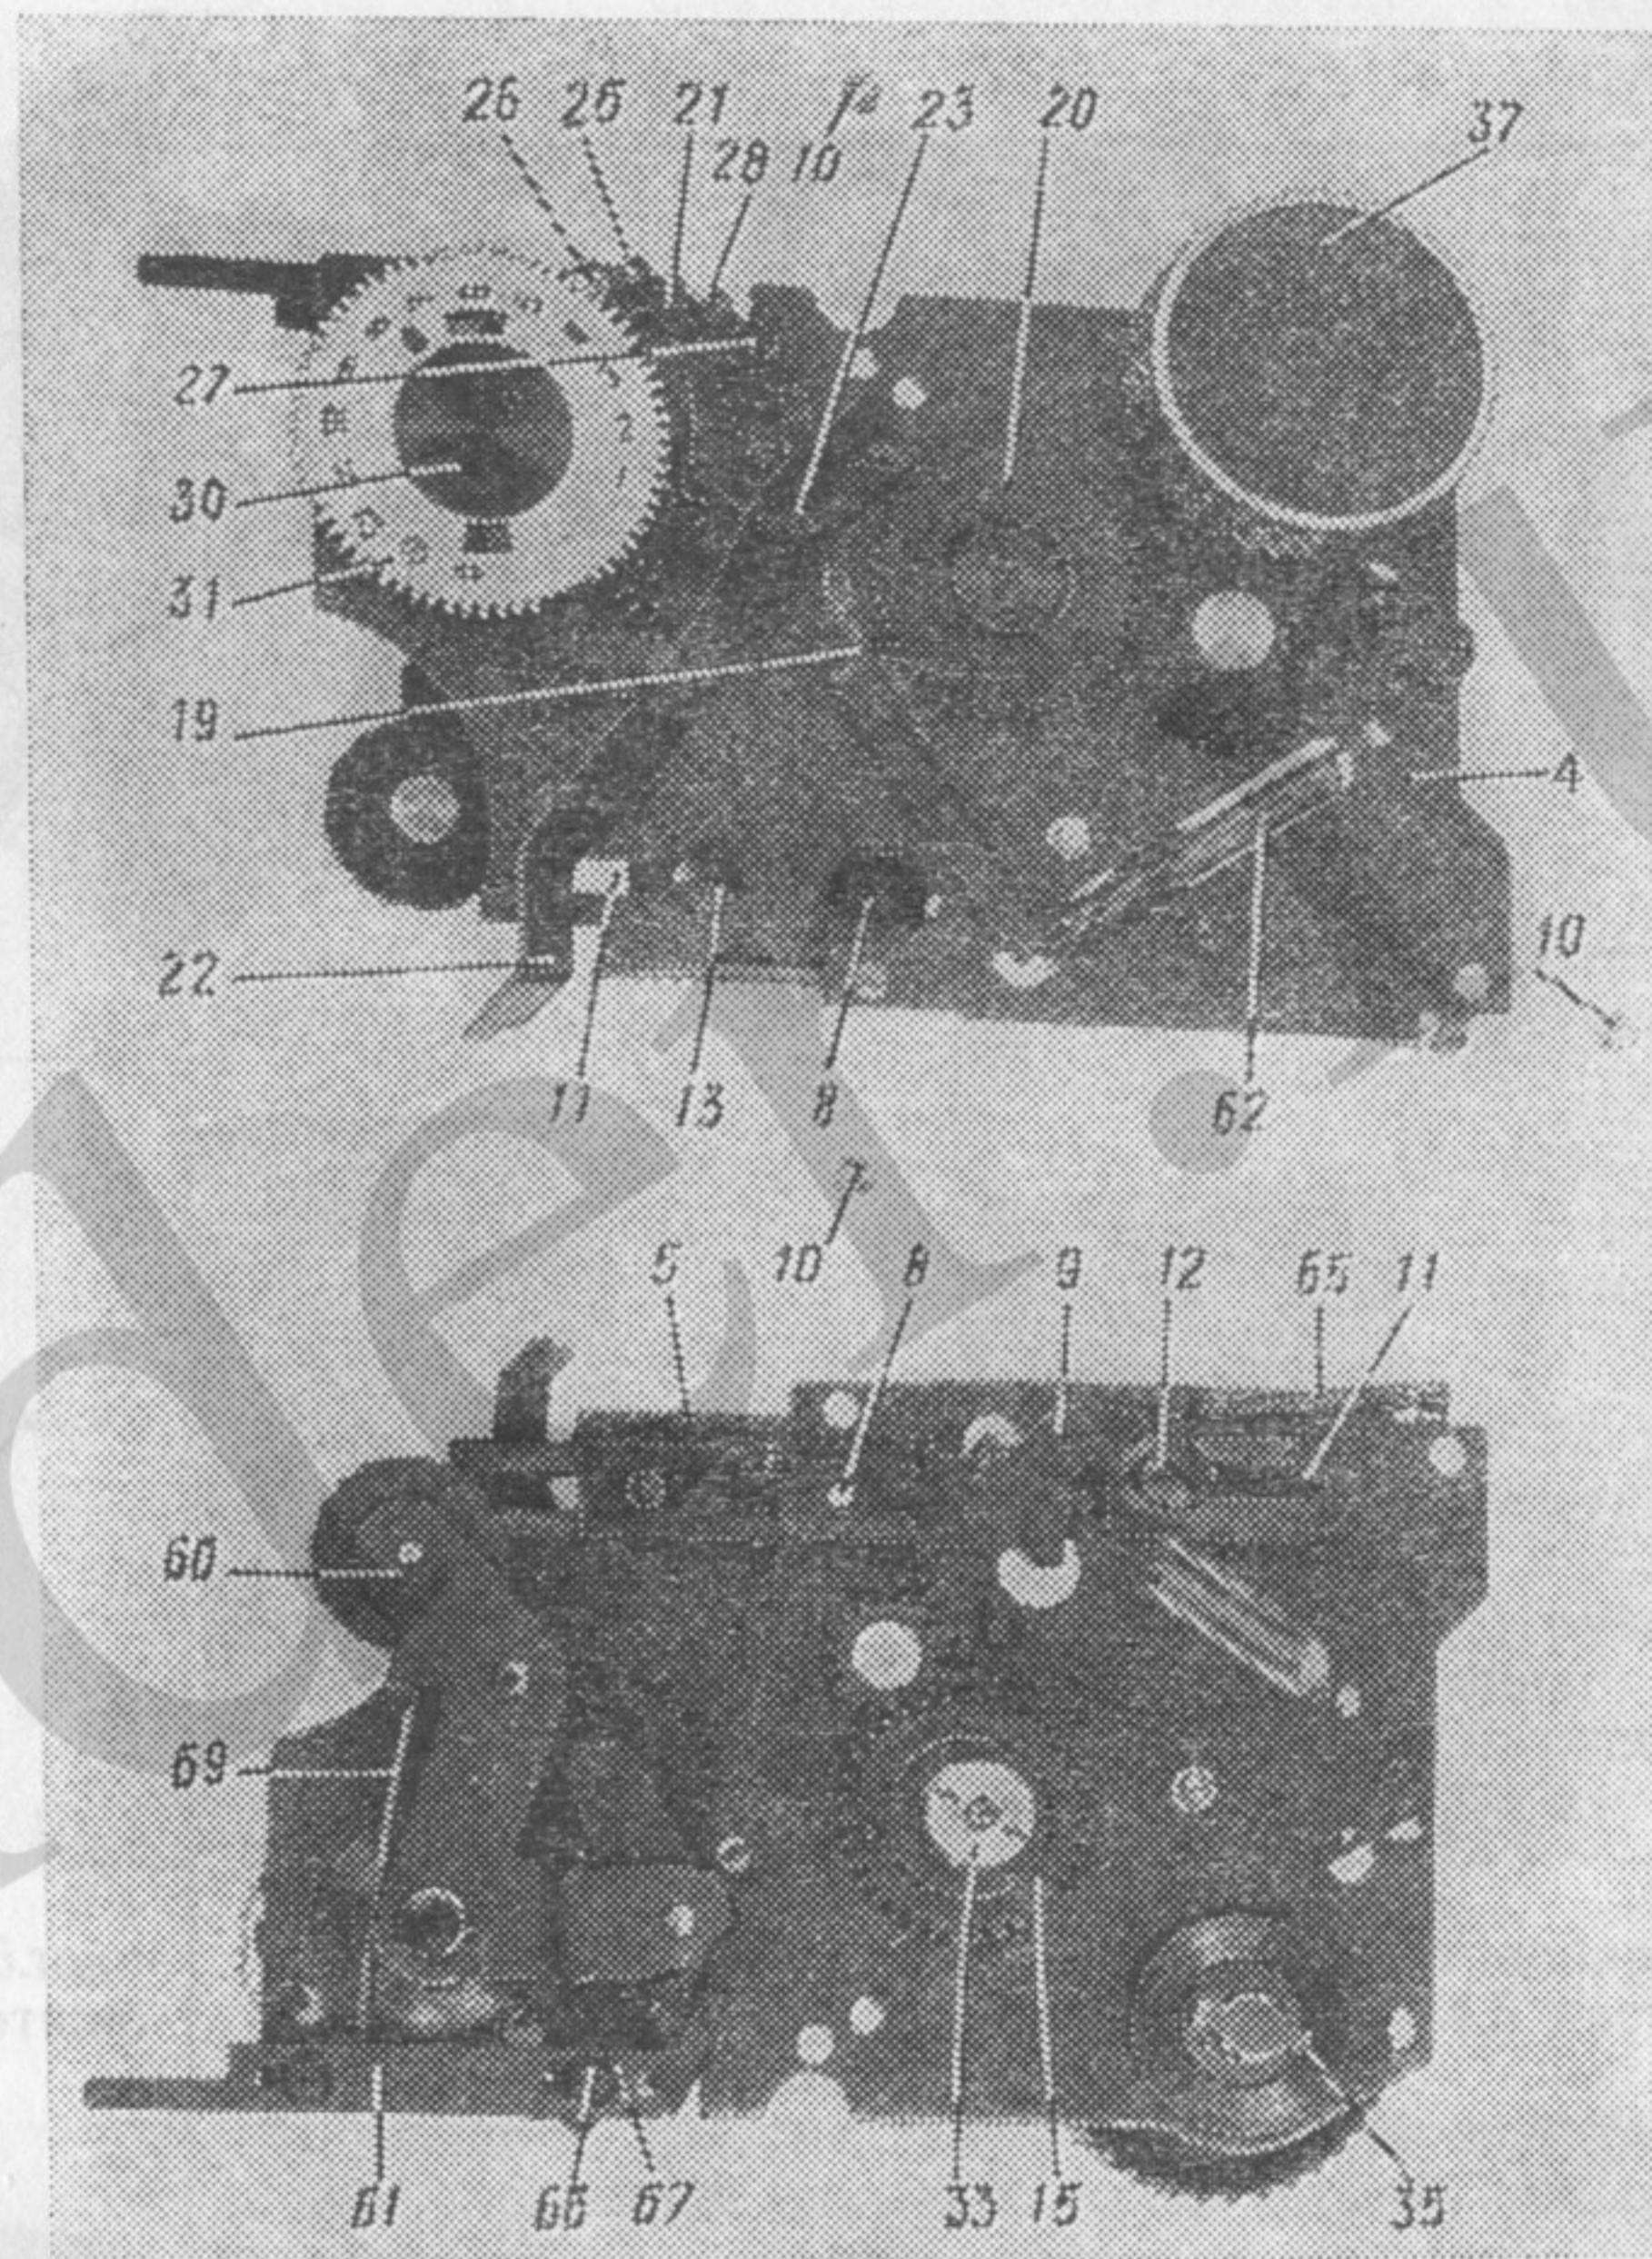
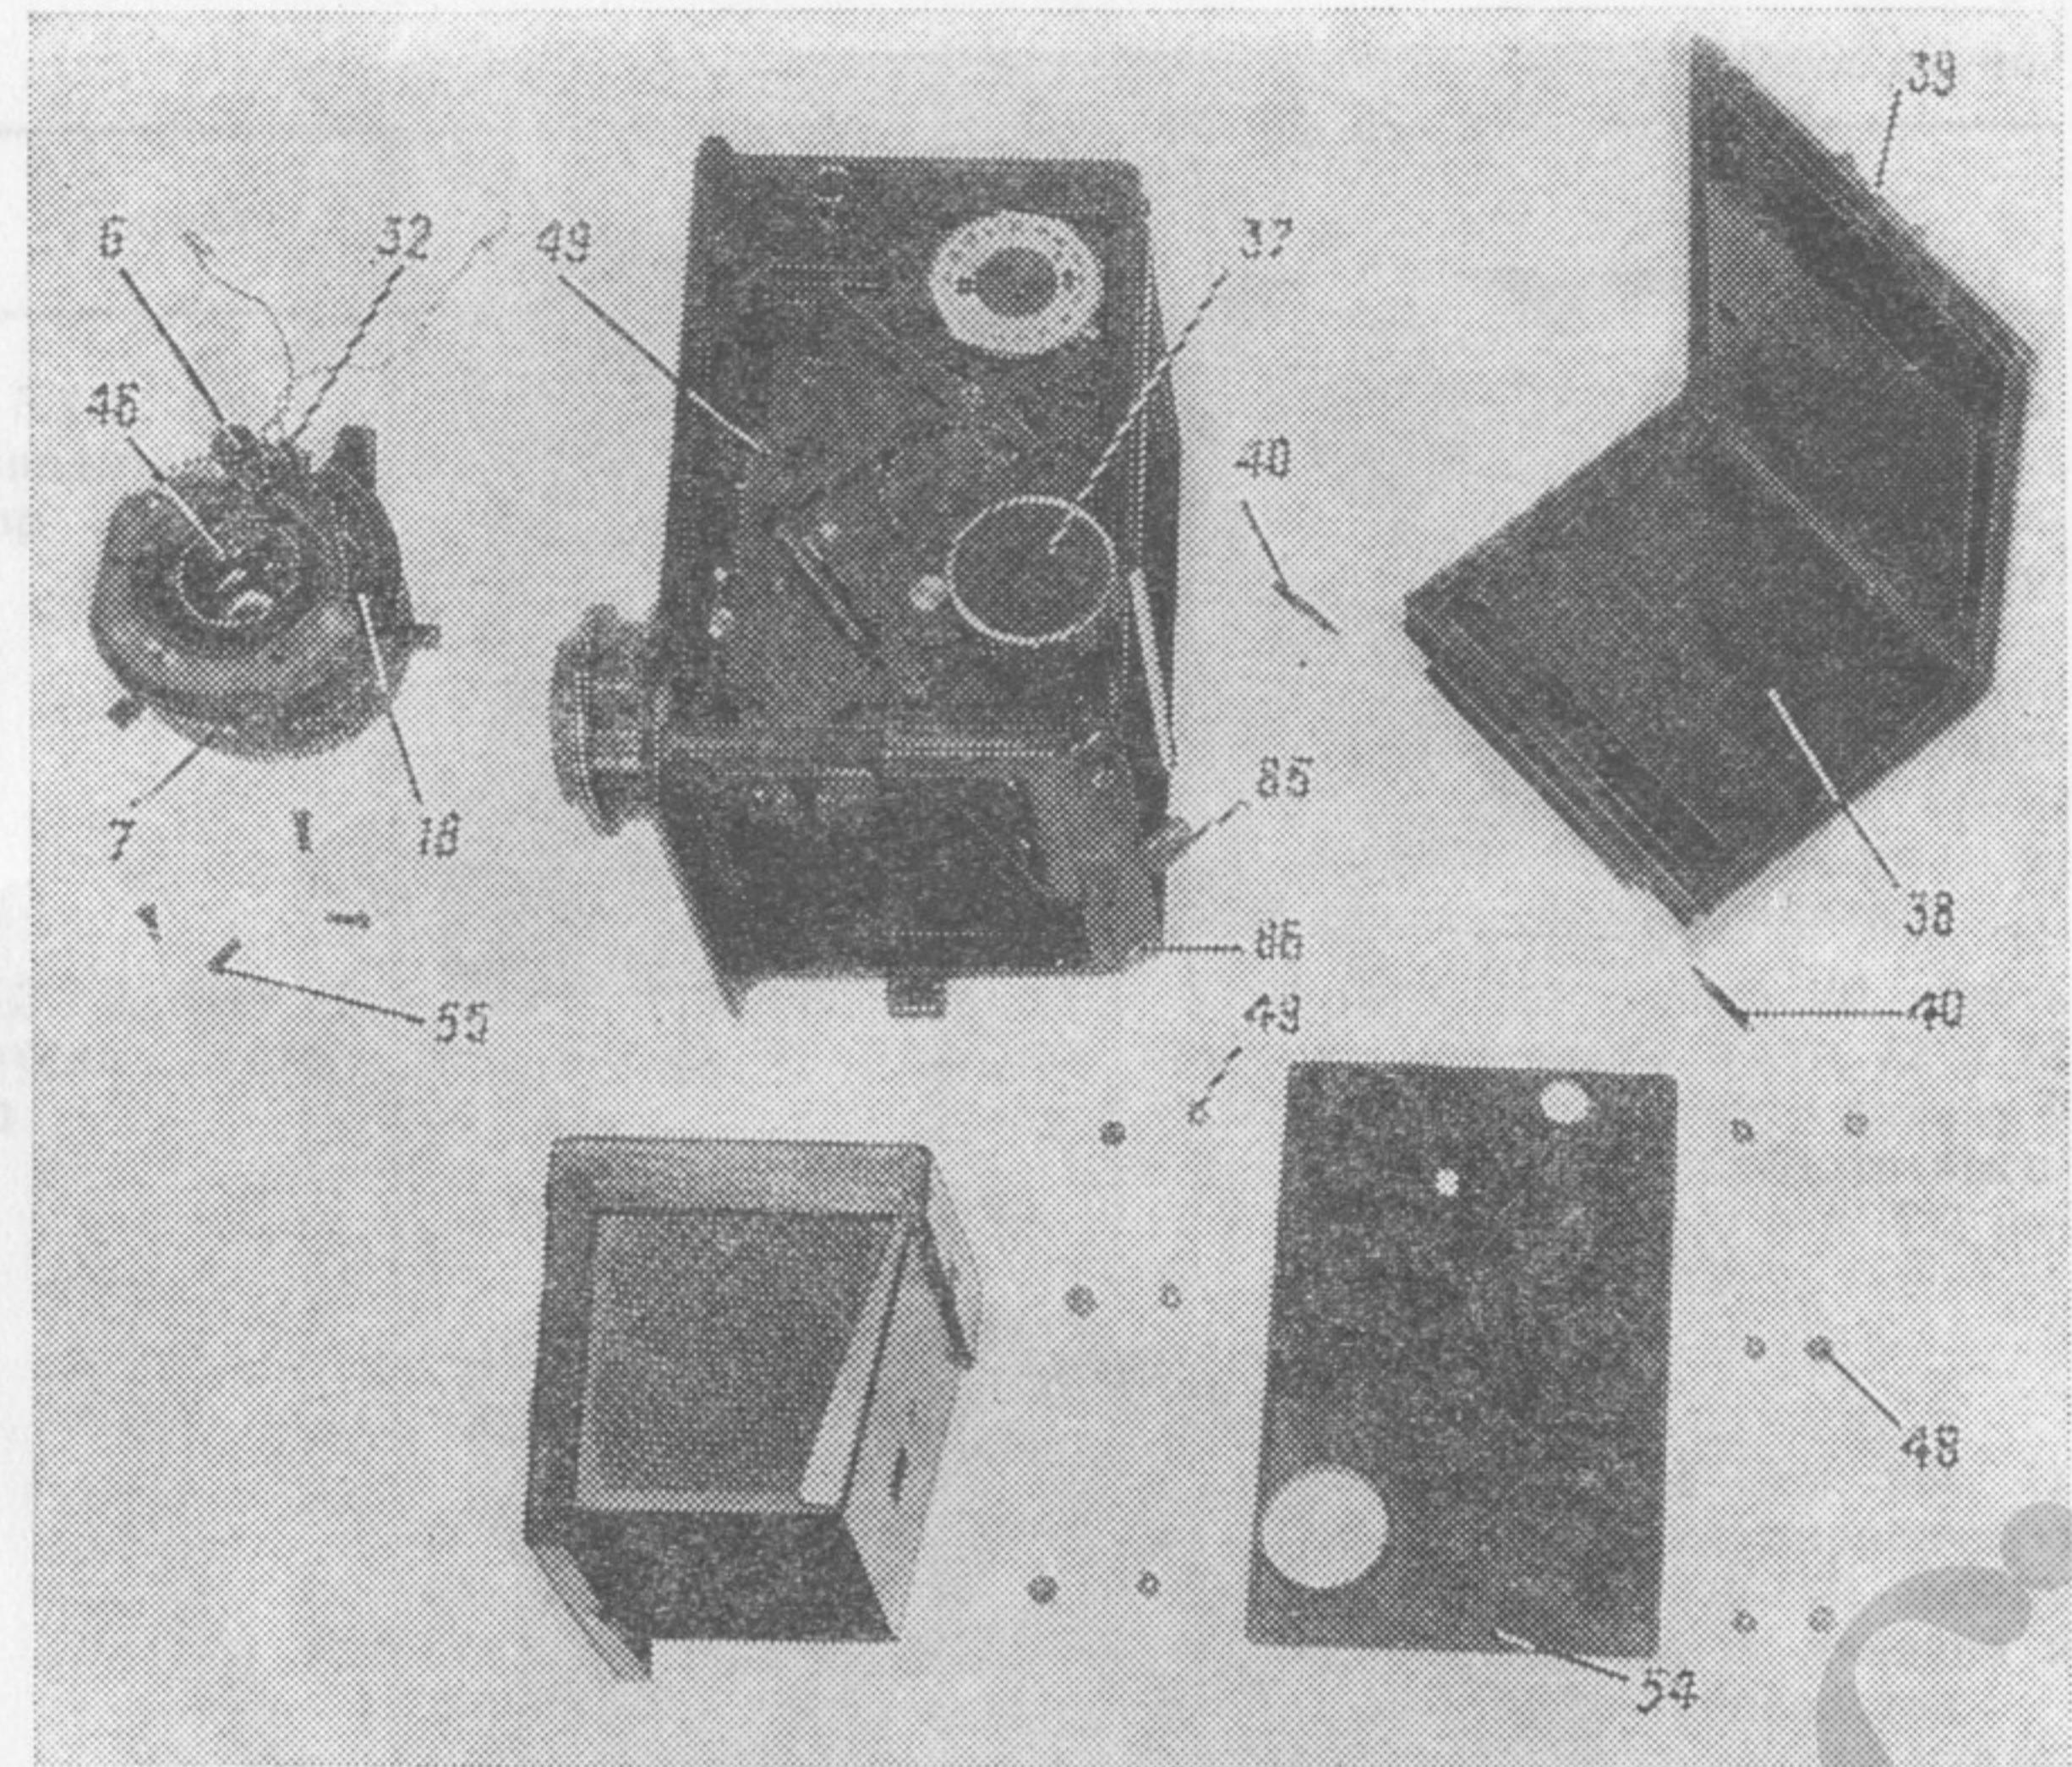
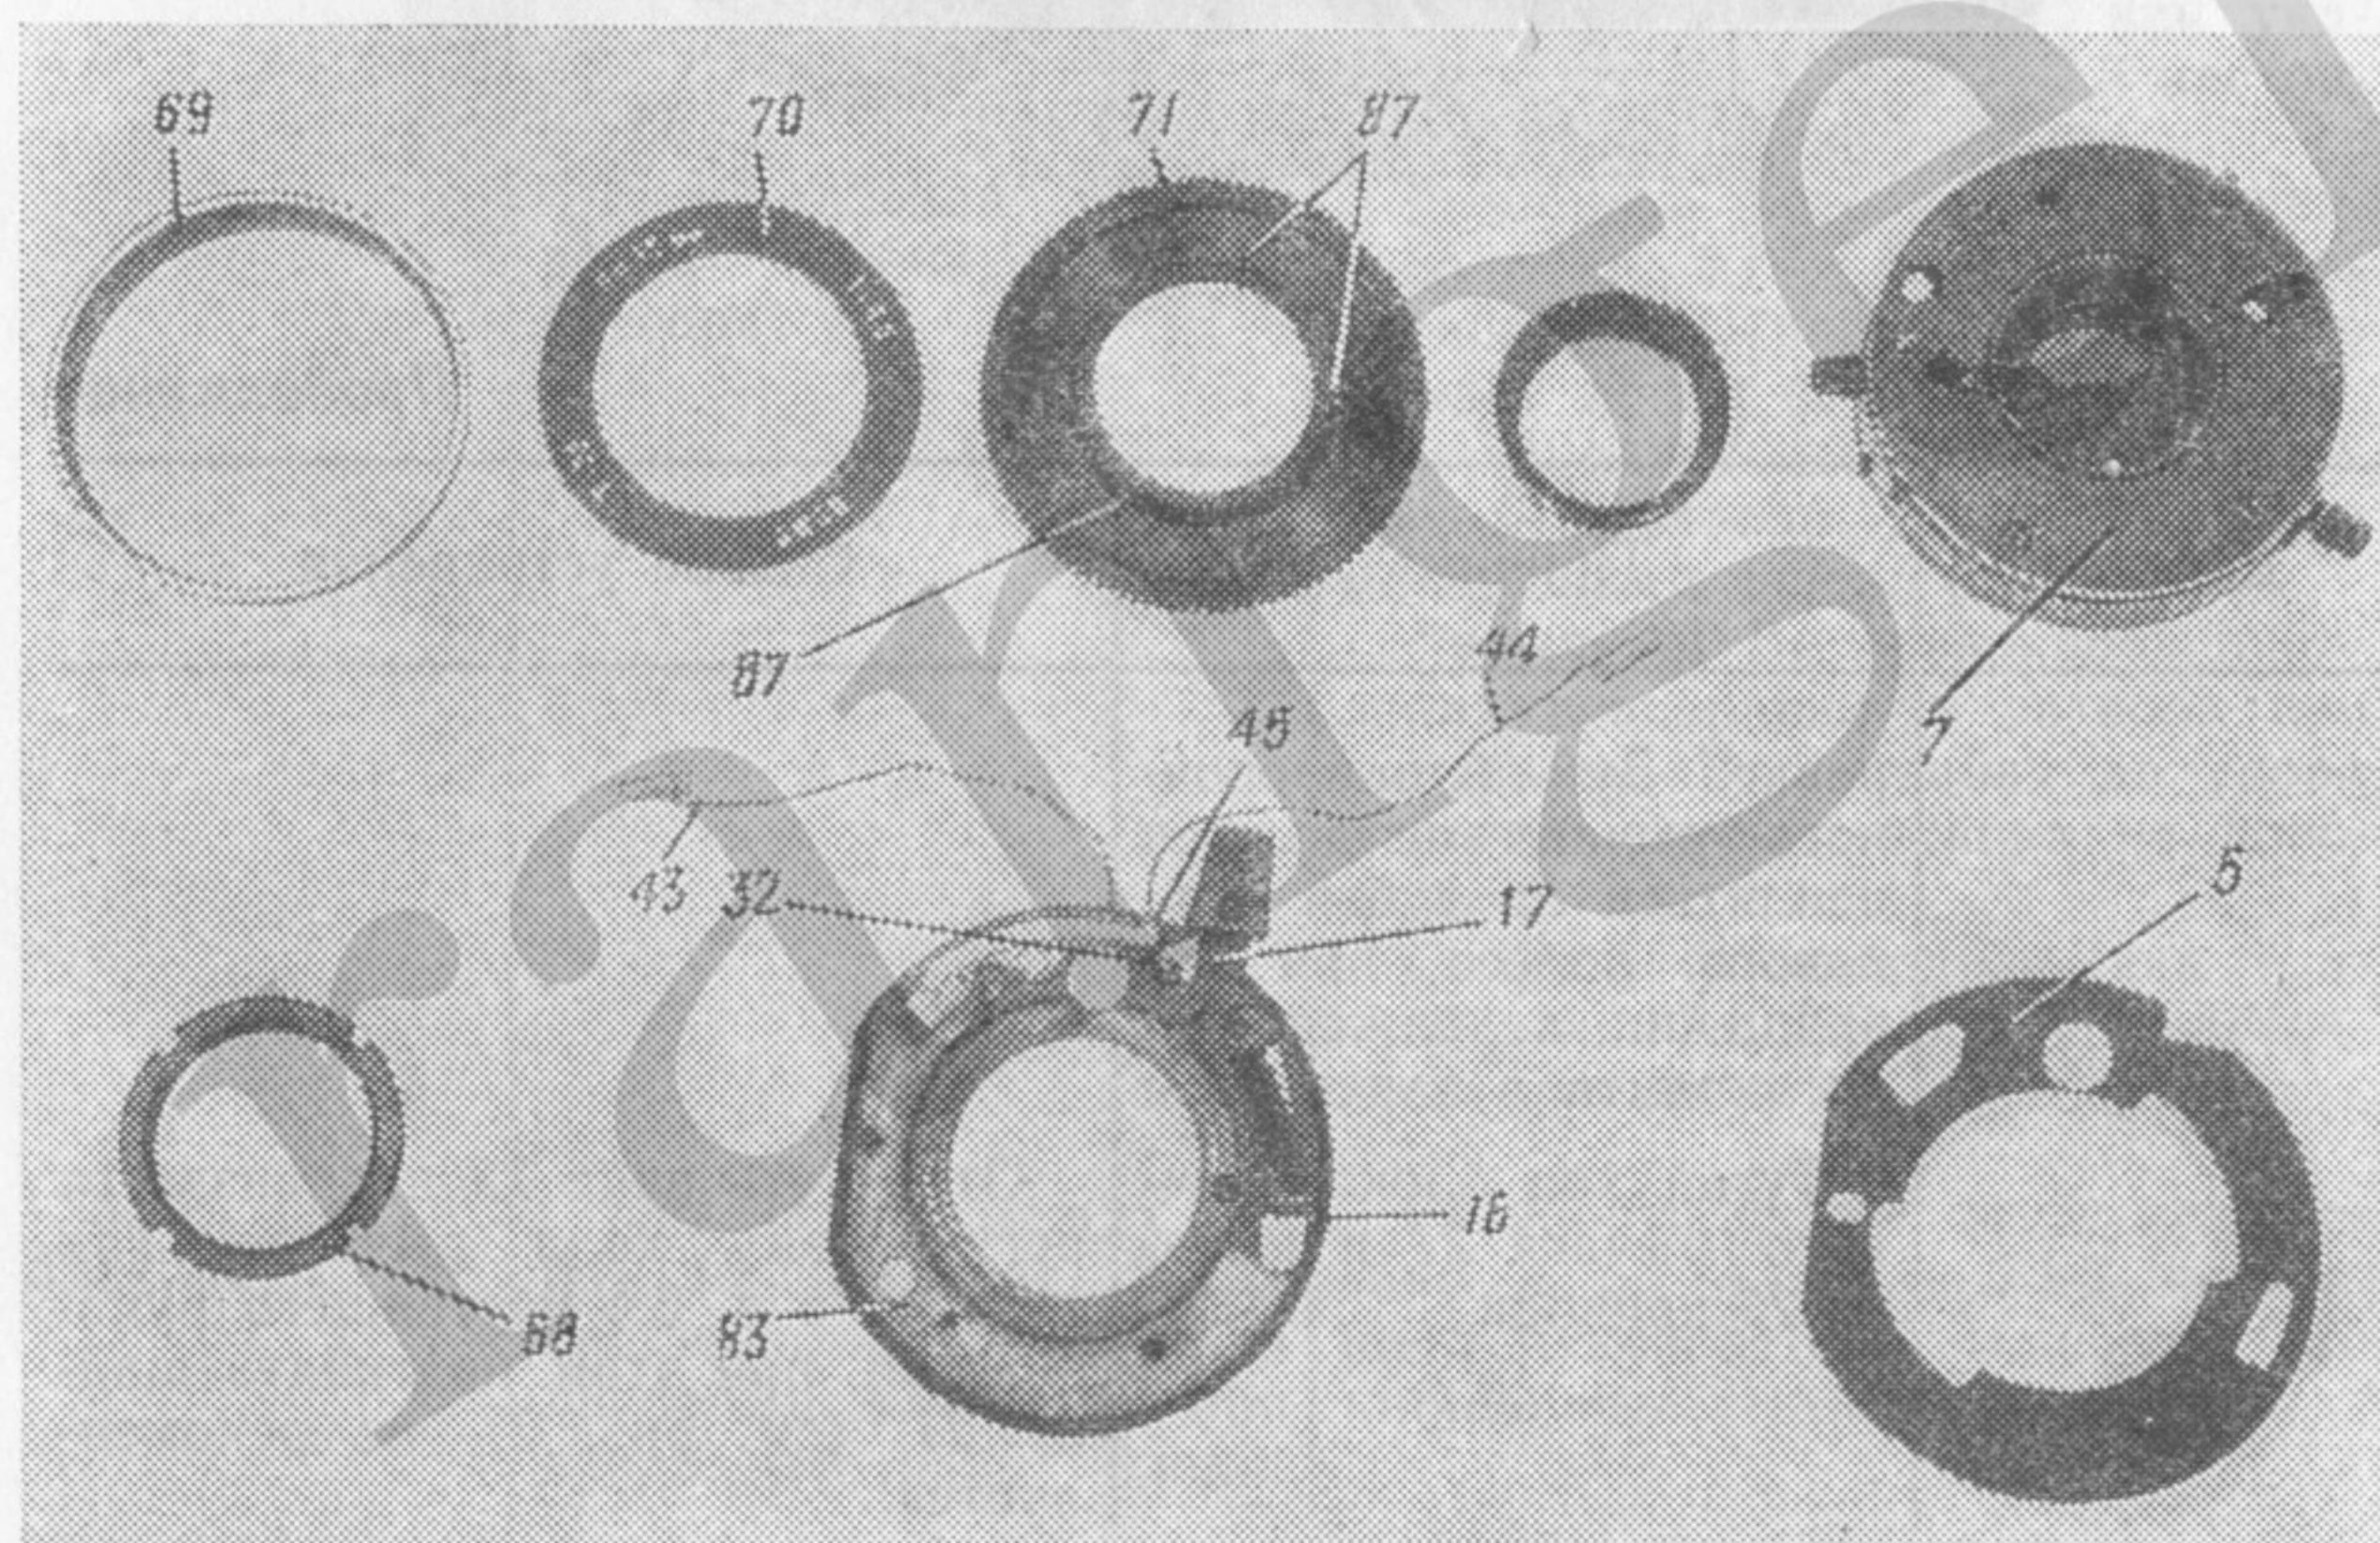
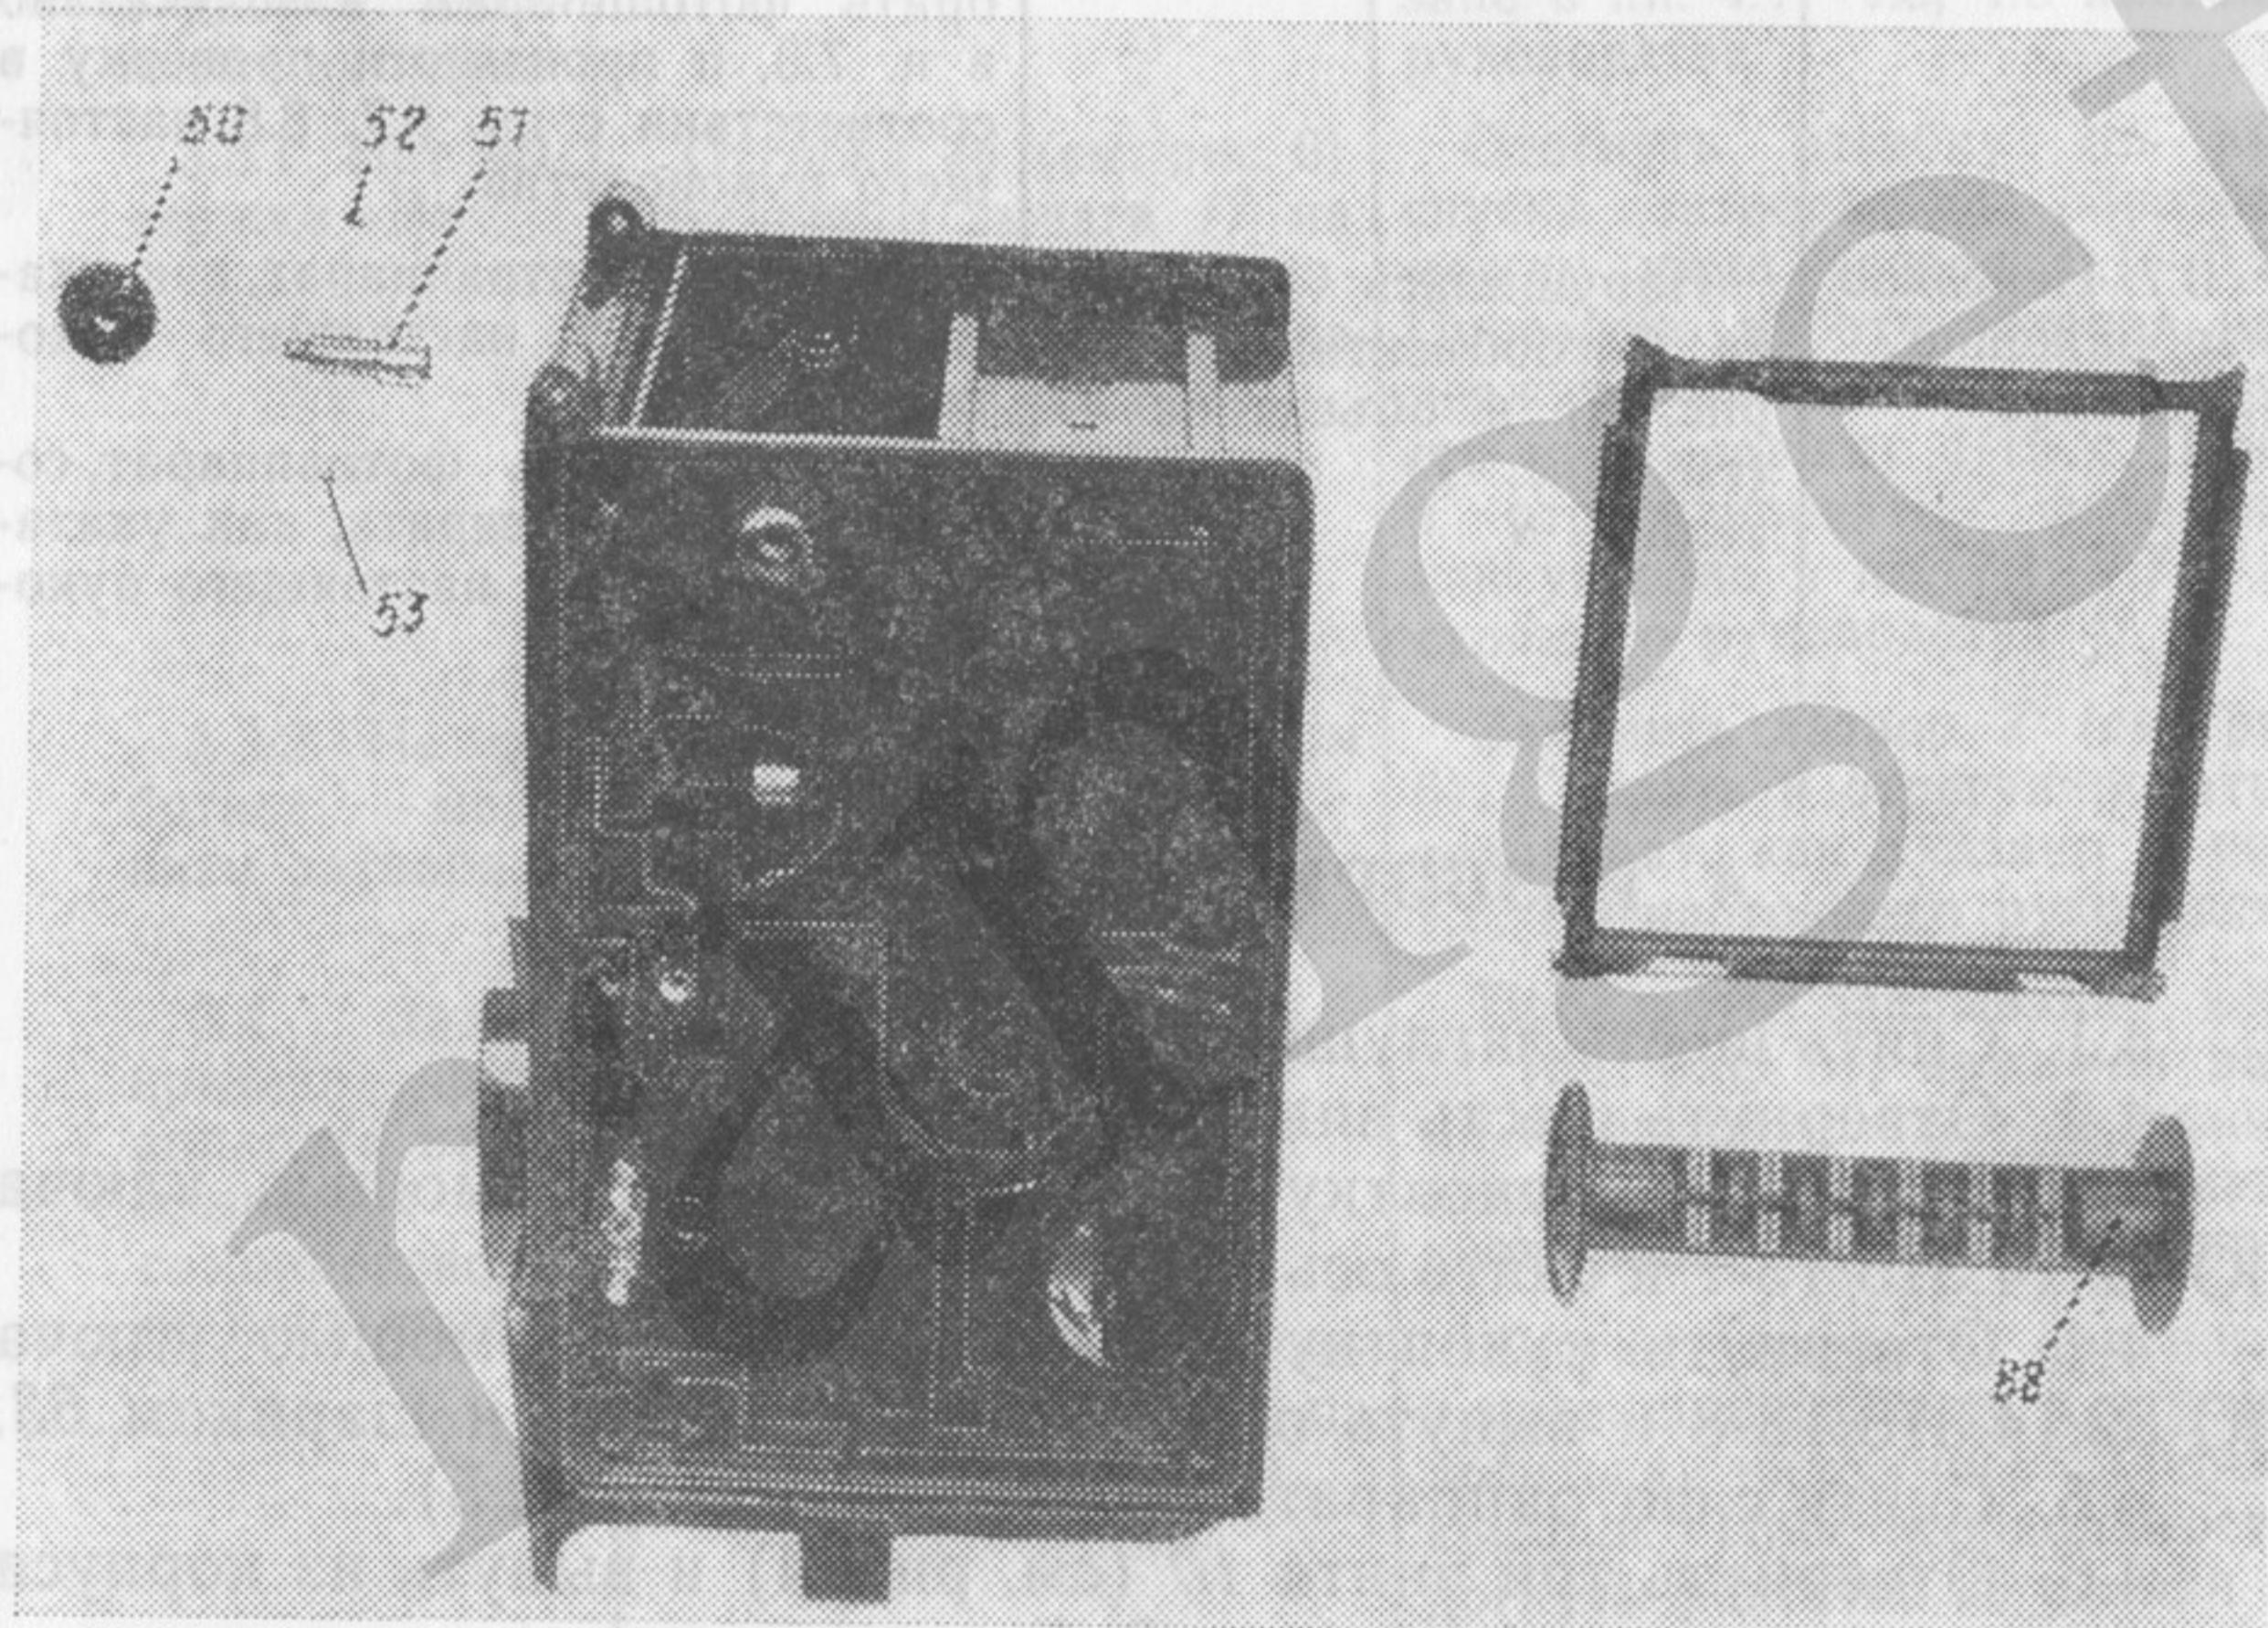

Рис. 4
Рис. 5
Рис. 6
Рис. 8
Неправильная регулировка высоты рейки 5 относительно трибки 6 (см. рис. 5) в зводе затвора	Отвернуть винт 8 (см. рис. 4) рейки и заменить регулировочную прокладку 14 (см. рис. 3) между рейкой и планкой, как указано в п. 7.2 настоящего руководства
Разобрать фотоаппарат, как указано в пп. 4.1—4.5, 4.8. Отогнуть отгибку 16 (рис. 6) спускового рычага 17 на фланце затвора на встречу спусковому рычагу 18 (см. рис. 5) затвора до образования между ними зазора 0,1—0,2 мм
Внимание! Сильная отгибка конца рычага вызывает отсутствие блокировки из-за уменьшения глубины зацепления зуба блокировочного рычага с храповым колесом	Отвернуть винт 23 (см. рис. 2, 4), снять рычаг 22 привода и отогнуть его конец навстречу отогнутой части 32 (см. рис. 5, 6) спускового рычага 17 (см. рис. 6) на фланце затвора
- 4.1. Снять шесть заглушек 48 (см. рис. 5).
- 4.3. Отвернуть рукоятку 37 (см. рис. 4) с помощью ключа Ю-32.14.315/13-7 и снять ось 35.
- 4.4. Отвернуть рукоятку 50 (см. рис. 8) с помощью ключа Ю-32.14.315/13-8 и вынуть ось 51 с пружиной 52 и шариком 53.
- 4.5. Снять с фотоаппарата крышку 54 (см. рис. 5).
- 4.6. Отвернуть три винта 10 (см. рис. 4) и вынуть из корпуса фотоаппарата плату 4 (см. рис. 2, 4) с механизмом.
4.7. Отвернуть два винта 40 (см. рис. 5) и снять с корпуса фотоаппарата крышку 38.
5.1.2. Вывести концы пружины 59 (см. рис. 4) из зацепления с рычагом 61 (см. рис. 3, 4) и платой 60 (см. рис. 4) из втулки 3 (см. рис. 2).
5.1.3. Отвернуть винт 23 (см. рис. 2, 4), снять рычаг 22, шайбу 24 (см. рис. 2) и рычаг 21 (см. рис. 2, 4), отцепив пружину 62 (см. рис. 4) от рычага и платы 4 (см. рис. 2, 4).
5.1.7. Отвернуть винт 12 (см. рис. 3, 4) и винт 13 (см. рис. 4), отцепив пружину 65 (см. рис. 4), и снять с платы планку 9 с рейкой 5 (см. рис. 3, 4).
5.2.1. Отвернуть гайку 68 (см. рис. 6) и снять затвор с объективом с фланца, снять шайбу 75.
6.5. Установить на плату 4 планку 9 (см. рис. 3, 4) с рейкой 5, смазав предварительно втулки, развалцованные в плате и планке. Закрепить планку на плате, ввернув винт 12 во втулку, развалцованный в плате, и винт 13 (см. рис. 3, 4) во втулку, развалцованный в планке. Проверить перемещение рейки от руки. Установить пружину 65 (см. рис. 4), заведя один конец ее за отгибку планки, а другой — за отгибку платы. Проверить ход планки с рейкой и возврат ее в исходное положение под действием пружины при вращении рукоятки 37 (см. рис. 2, 4).
6.6. Установить на втулку, развалцованный в плате 60 (см. рис. 4), пружину 59 и установить собранные детали на пла-
ту 4 (см. рис. 2, 4). Установить на торец втулки, развалцованный в плате, храповые колеса 2 счетчика так, чтобы выступ на внутренней стороне храповика находился перед рычагом 25. Надеть на втулку пружину 1 (см. рис. 2) так, чтобы загнутый конец пружины вошел в бобовидное отверстие втулки, завести второй конец пружины в один из пазов храповых колес счетчика. Надеть на счетчик шкалу 31 (см. рис. 2, 4) и закрепить счетчик винтом 30. Повернуть счетчик на 180° по часовой стрелке и проверить надежность возвращения его до упора в рычаг 25. Установить пружину 62 (см. рис. 4), заведя один конец ее за отгибку рычага 21 (см. рис. 2, 4), а другой — в отверстие платы 4. Проверить работу пружины.
7.1. Установить на затвор 7 (см. рис. 5, 6) с объективом шайбу 75 (см. рис. 6), фланец 83 и закрепить фланец кольцом 68. Проверить взвод и спуск затвора. Установить затвор с фланцем в корпус фотоаппарата, пропустить в отверстие корпуса провода от фланца и закрепить четырьмя винтами 55 (см. рис. 5), не затягивая винты окончательно. Надеть на затвор цилиндрическое колесо 71 (см. рис. 6) и подвижкой затвора на винтах отрегулировать зацепление его с цилиндрическим колесом объектива видоискателя.
спуск затвора. Для уменьшения холостого хода при спуске затвора необходимо уменьшить зазор между спусковым рычагом 18 (см. рис. 5) затвора и спусковым рычагом 17 (см. рис. 6) за счет отгибы 16. Согласование механизма взвода затвора с механизмом платы производить за счет разворота колеса 6 и перемещения рейки 5 на винте. После согласования взвода затвора закрепить плату с механизмом на корпусе фотоаппарата тремя винтами. Разблокировка механизма должна происходить одновременно со спуском затвора. Регулировку производить за счет подгибы рычага 22 (см. рис. 2, 4) в сторону спускового рычага 17 (см. рис. 6).
7.4. Очистить от пыли и ввернуть в корпус фотоаппарата объектив визира 47. Установить шкалу дистанций на значение 5 м и отьюстировать на контрольном приборе объектив визира и съемочный объектив на этой дистанции. Диафрагма при этом должна быть установлена на значение 4,5. Не сбивая установок, снять фотоаппарат с контрольного прибора и закрепить объектив визира в цилиндрическом колесе тремя стопорными винтами 84. Надеть на оправу съемочного объектива цилиндрическое колесо 71 (см. рис. 6) и закрепить его тремя винтами 87. Установить шкалу 70 и закрепить ее, навернув оправу 69.
7.5. Установить на корпус крышку 38 (см. рис. 5) и закрепить с двух сторон винтами 40. Подвижкой планки с фиксатором 85 на винтах 86 отрегулировать крышку: крышка должна свободно перемещаться на винтах и закрываться на замок от нажатия рукой. Перекос крышки и ее затирание не допускаются.
7.6. Вложить в отверстие оси 51 (см. рис. 8) пружину 52 на смазке и шарик 53. Установить ось во втулку корпуса и навернуть на нее рукоятку 50. Рукоятка должна иметь четкую фиксацию как в оттянутом, так и в первоначальном положении. Установить в фотоаппарат таким же образом еще две рукоятки. Установить в фотоаппарат катушку 88.
7.8. Отвернуть рукоятку перемотки пленки 37 (см. рис. 4, 5) и рукоятку 50 (см. рис. 8) и надеть на корпус фотоаппарата крышку 54 (см. рис. 5). Навернуть рукоятки на оси. Закрепить крышку шестью винтами 49.